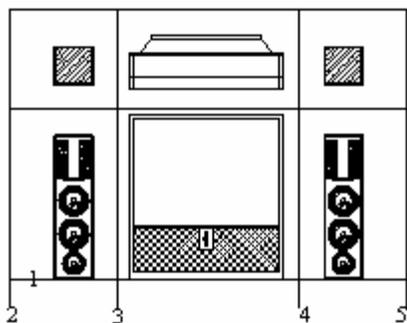
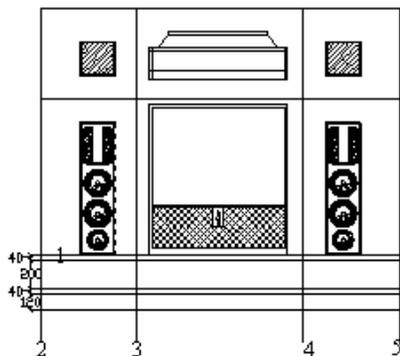

图 2-2-36
图 2-2-37
**STEP 32** 使用绘制直线命令 LINE 绘出电视柜的辅助线, 如图 2-2-36 所示。
**STEP 33** 将如图 2-2-36 所示的直线 1 分别依次向下偏移 40、200、40、120, 如图 2-2-37 所示。
// 单击如图 2-2-37 所示中偏移得到的线段 11111